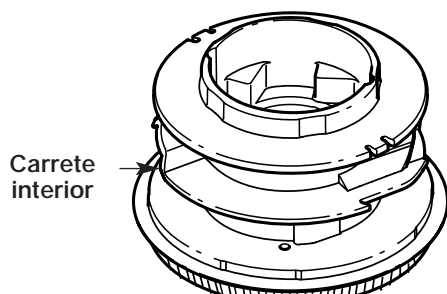

Fig. 55
4. Saque toda la línea que haya en el carrete interior antes de limpiarlo. Saque todos los residuos o pasto de la perilla, resorte, carrete interno y sello de espuma. Lave el carrete interior con agua jabonosa tibia (Fig. 55).